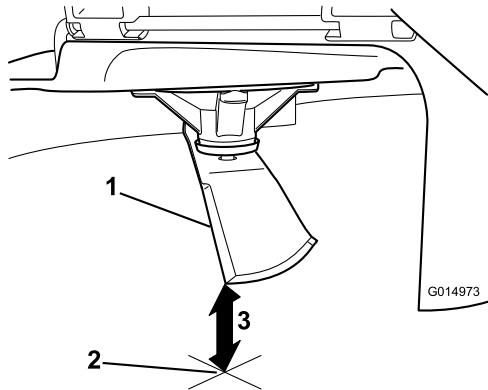

Figure 65
3. Mesurez la distance entre la pointe de la lame et la surface plane (Figure 65).